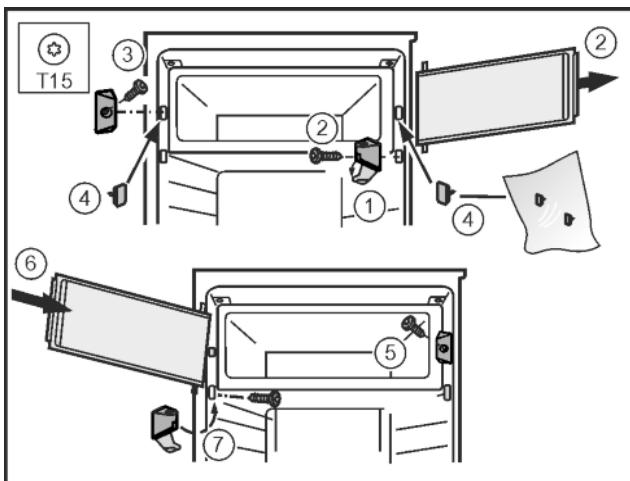

Fig. 14
- Откинуть крышку на кронштейне. Fig. 14 (1)
- Снятие двери морозильного отделения: открутить кронштейн отверткой T15. Fig. 14 (2)
- Открутить концевой замок отверткой T15. Fig. 14 (3)
- Закрыть образовавшиеся отверстия прилагающимися пробками. Fig. 14 (4)
- Установить концевой замок с помощью отвертки T15. Fig. 14 (5)
- Установить дверцу морозильного отделения сверху. Fig. 14 (6)
- Установить кронштейн и примкнуть крышку. Fig. 14 (7)